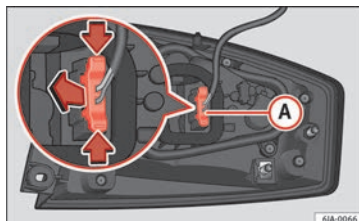

Bild 99 Lampkontakten på baksidan av bakljusenheten
- Frånkoppla lampkontakten **A** » **bild 99** genom att dra i sidospakarna (pilar) och dra kontakten utåt.